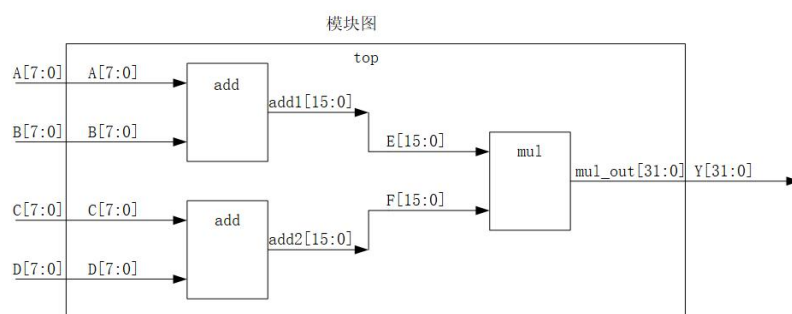

图 14 层次化设计模块图
13. 根据下图 14 所示的层次化设计模块图，设计相关电路程序，同时设计测试模块（top\_tb）。